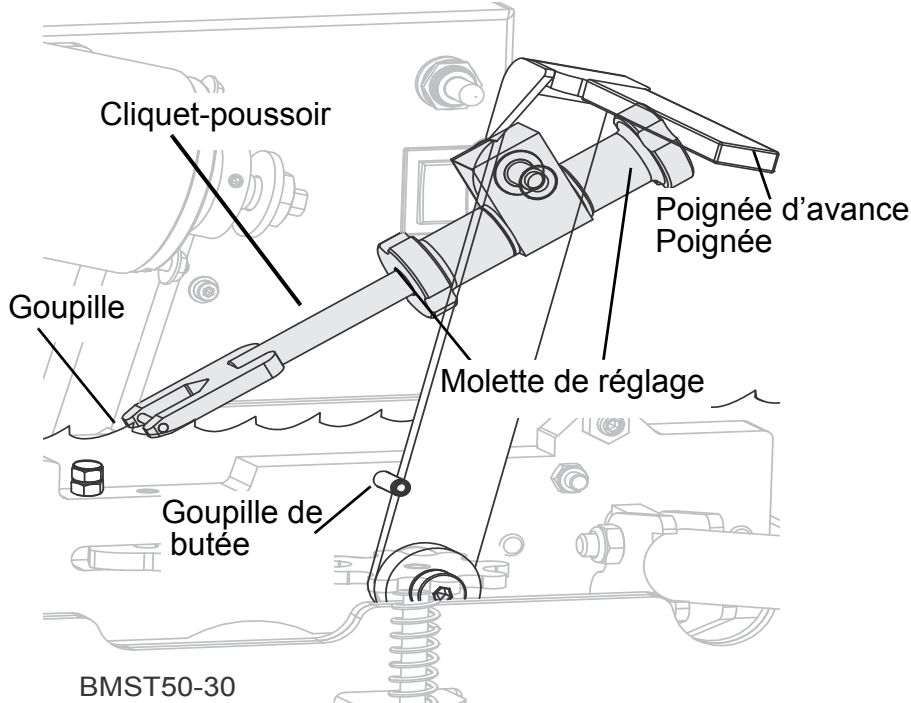

FIG. 3-6
- Une fois la lame serrée en position d'affûtage, desserrez les écrous de réglage du cliquet-poussoir à l'aide d'une clé. Voir fig. 3-6